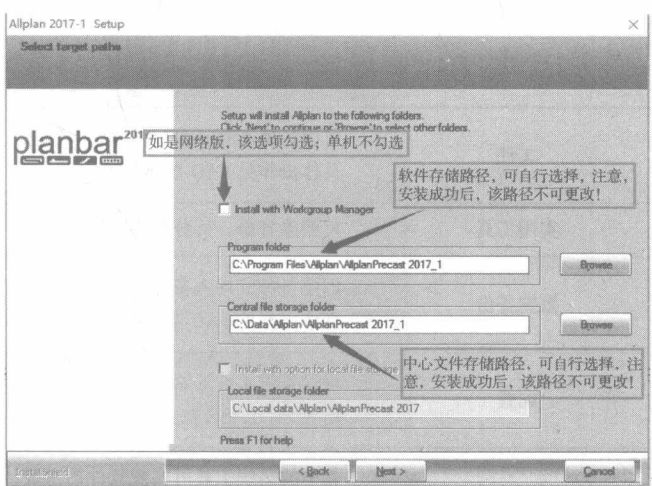

图 2-10
(5) 弹出如图 2-10 所示的对话框，按图 2-10 进行设置并单击【Next】按钮。